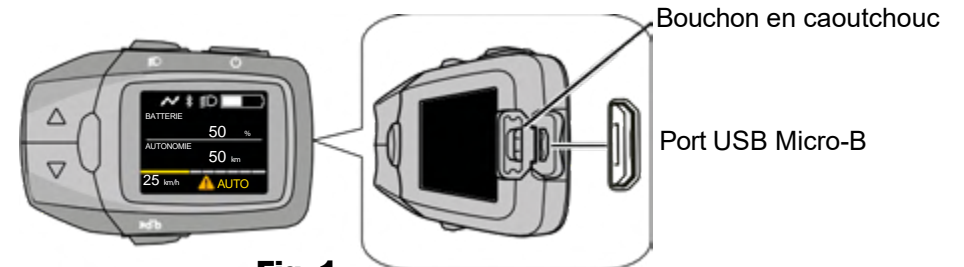

Fig. 1
- 1) Ouvrez le cache du port USB Micro-B sur le panneau de commande. (fig. 1)